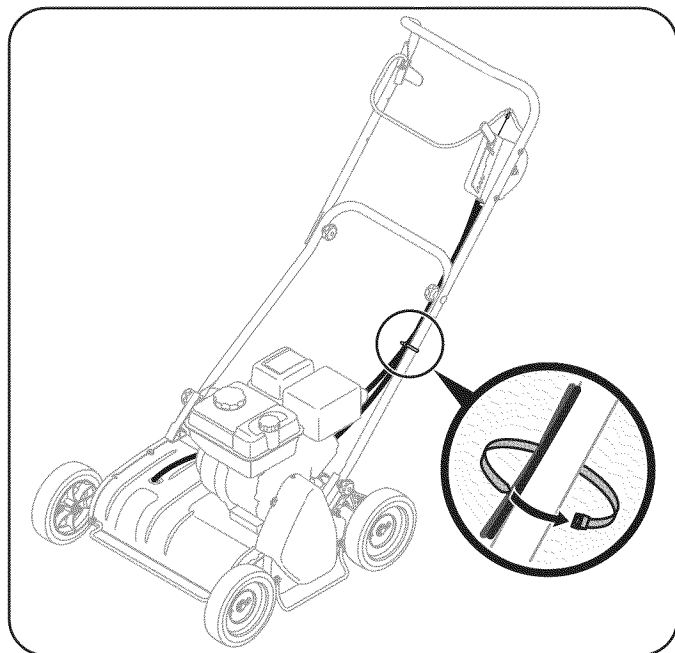

Figura 4
Los cables están unidos a sus respectivos controles, pero no están unidos a la manija para facilitar el armado; no obstante, se los debe sujetar a la manija inferior con la unión para cables suministrada. Vea la Figura 4.
1. Agregue aceite lentamente hasta que el nivel de aceite registre entre alto (H) y bajo (L), Figura 4. Consulte la sección Servicio y Mantenimiento para ver la correcta viscosidad y capacidad de aceite del motor.